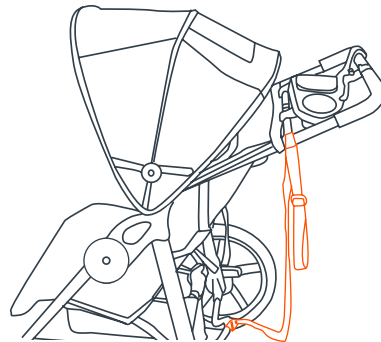

Fig. 16b
• La sangle de sécurité doit toujours être connectée à l'arrière du cadre inférieur. Cet emplacement est utilisé pour empêcher la Poussette de basculer vers l'arrière dans le cas où vous tombez. La sangle de sécurité comprend une attache Velcro sur le côté gauche de la Poussette pour le remisage lorsqu'elle n'est pas utilisée (Fig. 16b).